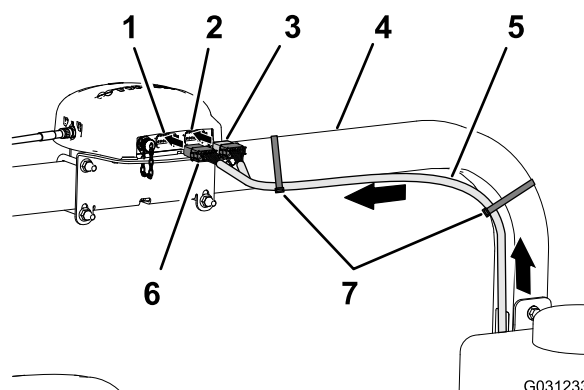

Bild 166
2. Verlegen Sie den 390-cm-Zweig des Datenkabelbaums entlang des rechten Überrollschutzhorns mit dem 12-Buchsen-Stecker (grau) und den 12-Buchsen-Stecker ((schwarz nach oben zum Navigationsempfänger (Bild 166).
7. Befestigen Sie den 390-cm-Zweig des Datenkabelbaums mit zwei Kabelbindern am rechten Überrollschutzrohr, wie in Bild 166 abgebildet.